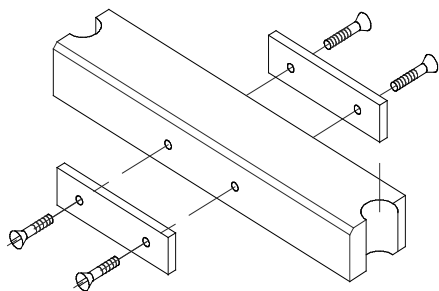

Abbildung 13.
Abweichung in der Mittellinie des Rohrs (C) (Abbildung 13):